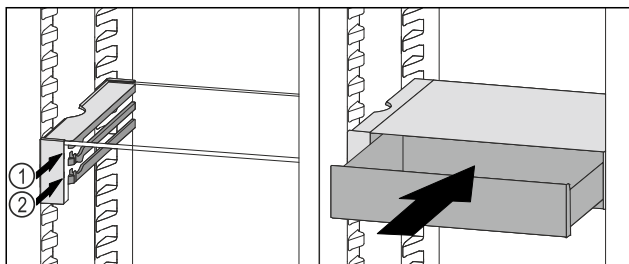

Fig. 91
- ▶ Așezați sertarul VarioSafe în spatele opritoarelor pe nervura dorită Fig. 91 (1) sau Fig. 91 (2).